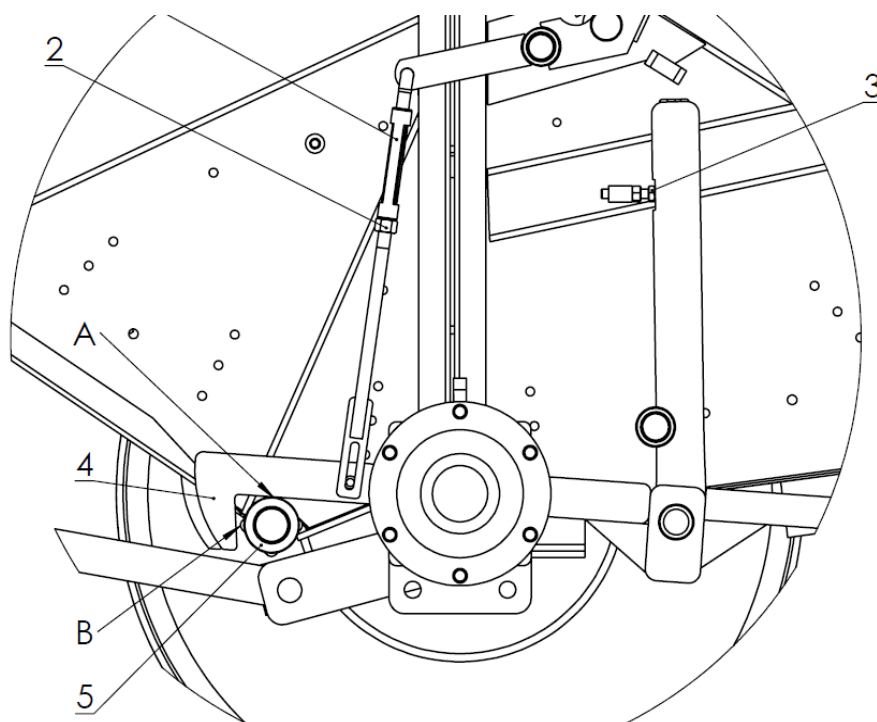

Figure 19. Réglage du verrouillage
Pour régler le verrouillage (Figure 19), desserrez le contre-écrou (2). Utilisez l'écrou de réglage (1) pour régler la distance A entre 0 mm et 2 mm. Serrez le contre-écrou (2). Desserrez le contre-écrou de la vis de réglage (3) sur le côté droit de la presse à balles. Utilisez la vis de réglage (3) pour régler la distance B entre 2 mm et 5 mm. Vérifiez le bon fonctionnement du verrou réglé. Mettez en marche le circuit hydraulique qui alimente en huile les vérins pour que le capot commence juste à s'ouvrir. À ce stade, interrompez l'alimentation en huile, quittez la cabine du tracteur et assurez-vous que le capot d'ouverture n'entre pas en collision avec le crochet (4) et le manchon (5). En cas de collision, fermez le capot et recommencez le réglage pour l'éliminer.